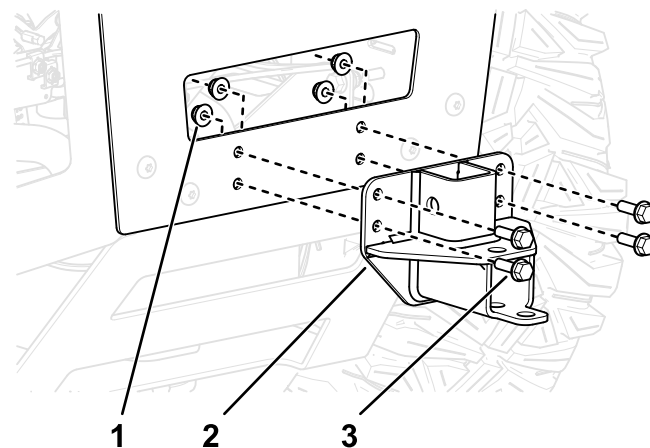

Figura 7
4. Montate la staffa di montaggio dei cesti di raccolta sulla macchina come illustrato nella Figura 7.